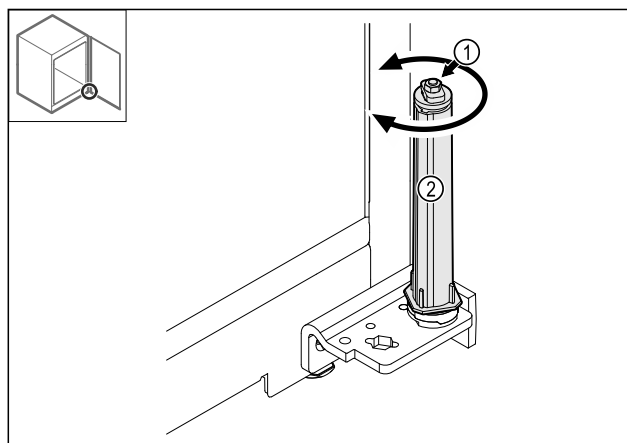

Fig. 40
- ▶ Lukkesystemets forskruning Fig. 40 (1) må ikke skilles ad.
- ▶ Drej lukkesystemet Fig. 40 (2), til det går i indgreb.